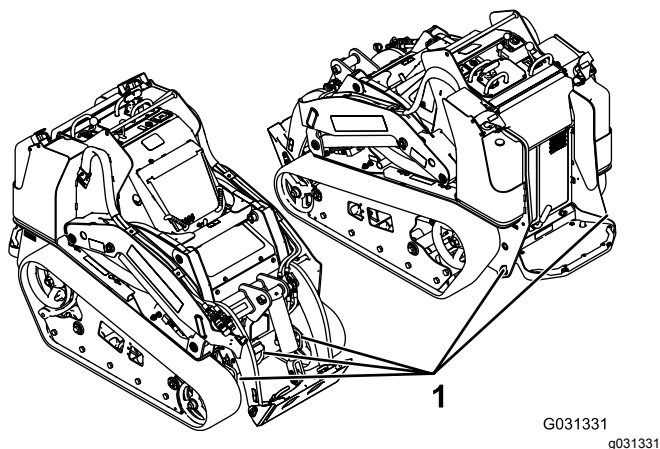

Figura 29
- Utilizzate gli anelli di ancoraggio in metallo sulla macchina per fissare saldamente la macchina al rimorchio o all'autocarro con fascette, catene, cavi o funi (Figura 29). Fate riferimento ai regolamenti locali per i requisiti di ancoraggio.
Potete sollevare la macchina utilizzando gli ancoraggi/anelli di sollevamento come punti di sollevamento; fate riferimento a Figura 29.